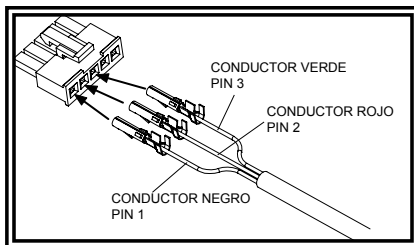

Figure 3
6. Tournez les broches avec le côté ondulé vers le haut, puis insérez-les dans le connecteur comme indiqué sur la figure 3.